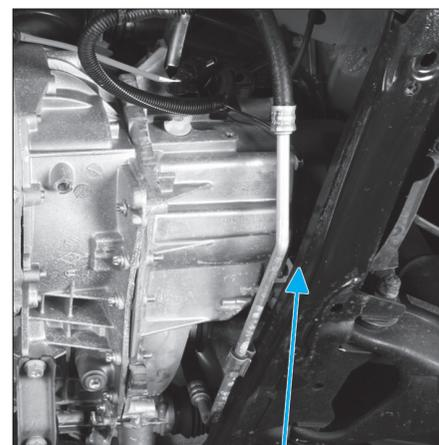

Fig. 56
- Déposer les vis de fixation des tuyaux de direction assistée sur le dessus du berceau (Fig.56), sur le support multifonction et sur l'arrière du bloc-moteur.